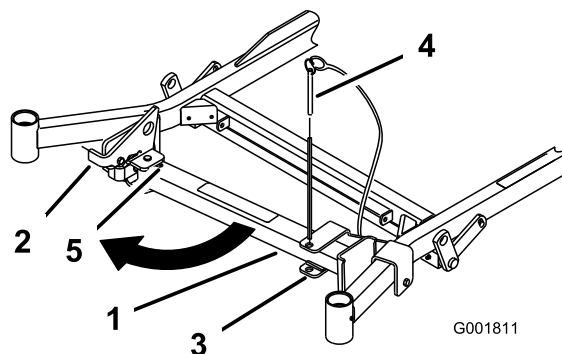
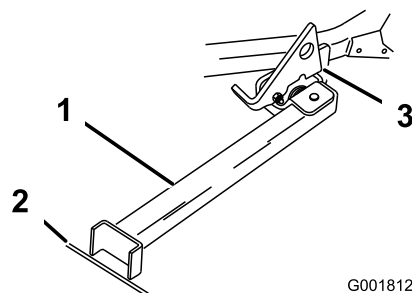

Figure 43
Figure 44
2. Retirez la goupille du support (Figure 43).
4. Dépliez le pied du support et poussez le support vers la machine en l'engageant dans le bas de la fente (Figure 43 et Figure 44).
5. Posez le pied du support sur le sol et appuyez le verrou sur la languette de pivot (Figure 44).
Remarque: Pour obtenir des résultats optimaux, placez le pied du support dans des fissures du trottoir ou dans la pelouse (Figure 44).
7. Conduisez la machine sur le support. Arrêtez-vous quand le verrou retombe sur la languette en position verrouillée (Figure 44).
5. Ramenez le support à sa position de repos (Figure 43).